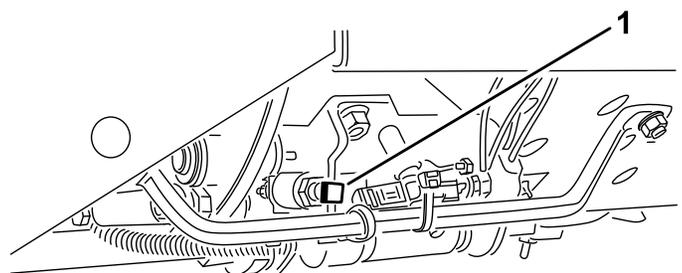

Figure 26
**Important:** La vitesse de tonte est réglée à l'usine à 9,7 km/h. Vous pouvez l'augmenter ou la réduire en réglant la vis de butée de vitesse (Figure 26).